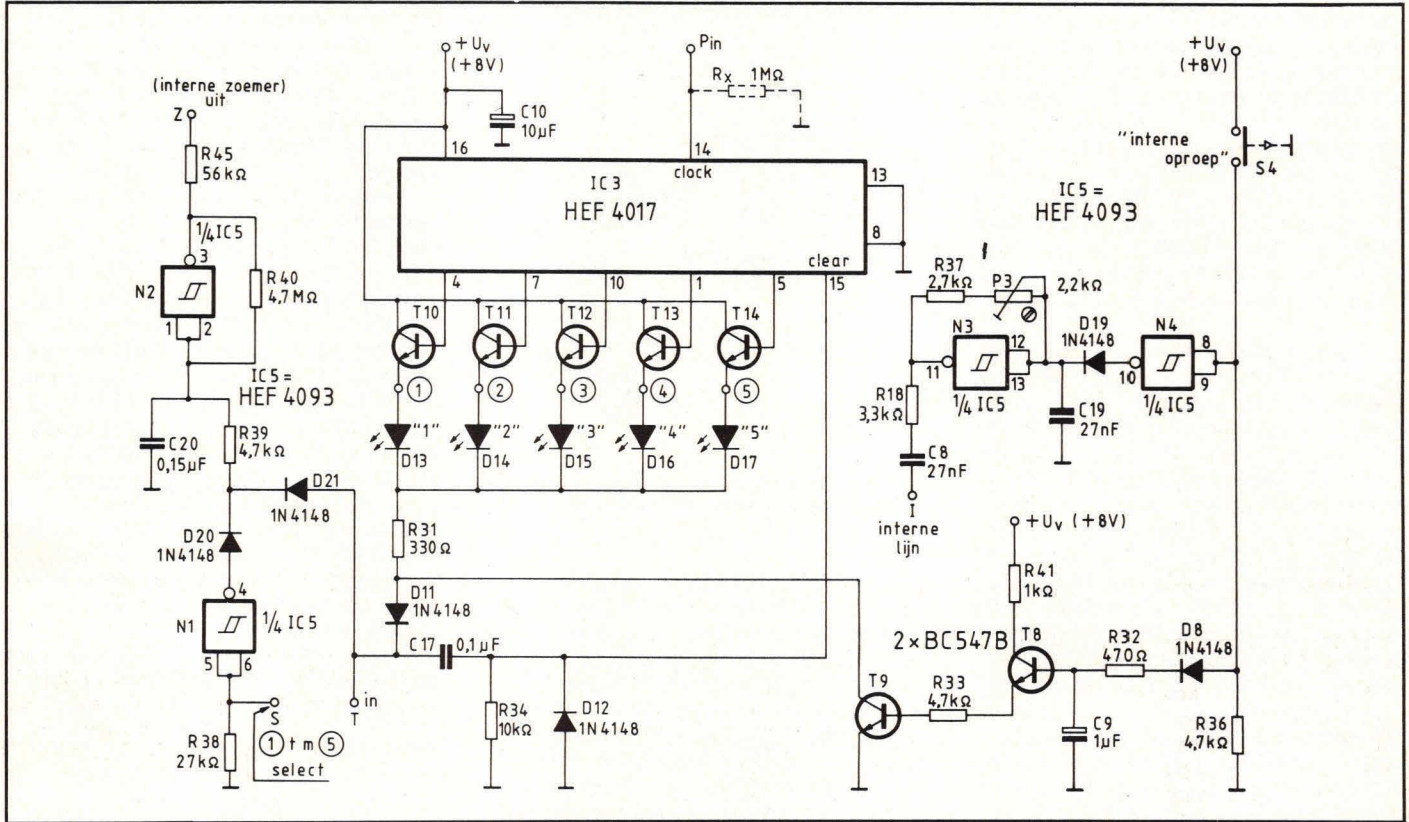
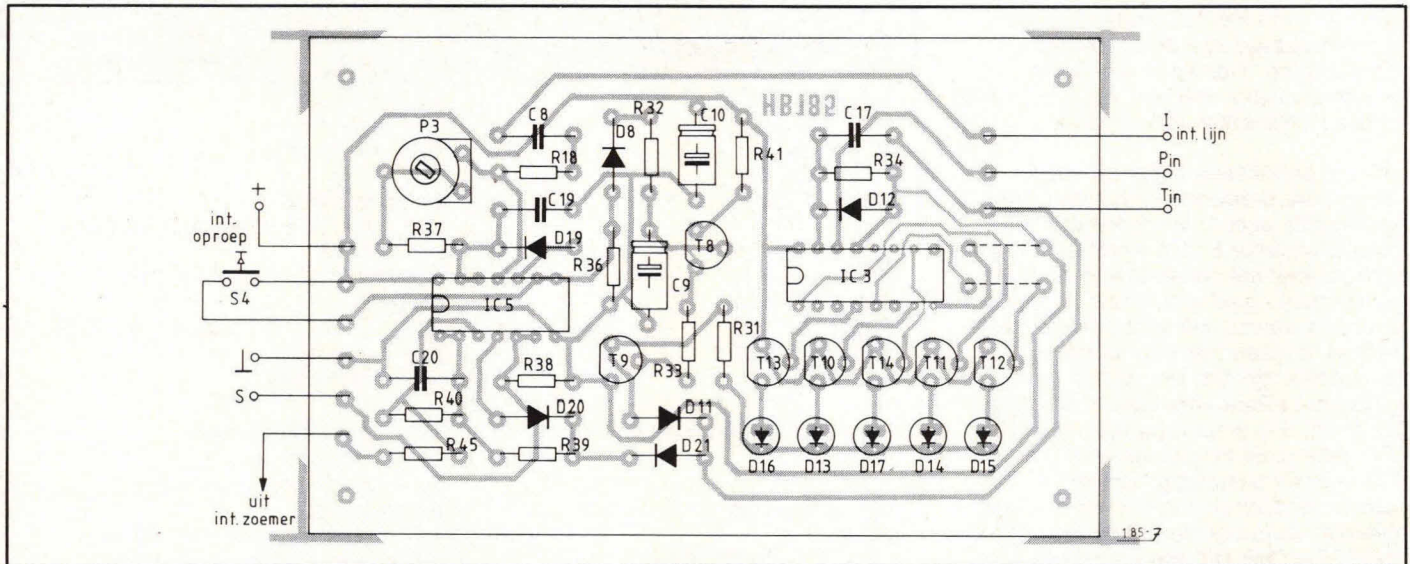

Fig. 5. Het complete schakelschema.
Fig. 7. De componentenopstelling van de schakeling volgens fig. 5.
Fig. 5 geeft het complete schakelschema van de interne-lijnselector. IC3 is de tienstapsteller. Op punt P komen de stuurpulsen binnen van print HB 184. De 5 interne-lijndioden die bij elk afzonderlijk toestel horen zijn achtereenvolgens D13, D14, D15, D16, D17. Met S4 wordt de interne oproep gedaan. Zodra deze schakelaar wordt ingedrukt, zal C9 worden geladen en gaan T8 en T9 geleiden. Daardoor kan er een stroom via R31 naar T9 lopen, zodat de dioden D13 tot en met D17 kunnen oplichten. Iedere keer als S4 wordt ingedrukt, zal poort N4 zorgen dat poort N3 kan gaan oscilleren.
ze print wordt de basis van transistor T4 gestuurd en zal zoemer Z gaan werken, omdat transistor T4 in geleiding komt. Om te zorgen dat Z altijd voeding krijgt, is selectiepunt S uit fig. 5 ook verbonden met punt S van print HB 183. Selectiepunt S van fig. 5 ligt bijv. aan het omcirkelde punt 4. Deze emitter van T13 levert dan de stroom voor diode D7 op print HB 183 en voorziet zo zoemer Z van voedingsspanning.
Fig. 6 geeft de layout voor de print waarop de schakeling volgens fig. 5 kan worden aangebracht. De componentenopstelling met de externe aansluitingen
geeft fig. 7 en afb. 8 geeft ter verduidelijking een foto van de complete print. Voor S4 kan een willekeurige drukknop met een enkelvoudig maakcontact worden genomen. Oscillator N3 wordt met potmeter P3 afgeregeld op 15 kHz. Hiervoor kan het beste een teller op de uitgang van poort N3 worden aangesloten.
Het extern aansluiten van print HB 185 kan niet moeilijk zijn. Print Z voor de interne zoemer gaat naar hetzelfde punt Z van print HB 183. Het selectiepunt S uit fig. 5 en fig. 7 gaat naar hetzelfde punt S van print HB 183. Punt P in fig. 5 en fig. 7 gaat naar hetzelfde punt van print HB 184. Punt T in fig. 5 en fig. 7 gaat naar hetzelfde punt T op print HB 184. De voedingsspanning +Uv wordt ook afge-
► takt van print HB 183. Hetzelfde kan worden gezegd van de voedingsnul. Punt S in fig. 5 en fig. 7 wordt vervolgens verbonden met een van omcirkelde cijfers bij transistor T10 t/m T14.